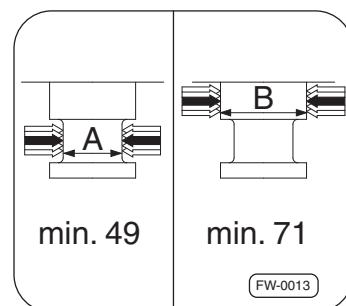

Fig. 19 · Contrôle de l'usure du pivot d'attelage
- Mesurer les deux diamètres avec la jauge d'usure bi-zone de SAF-HOLLAND dans le sens longitudinal et transversal ⇒Fig. 19.